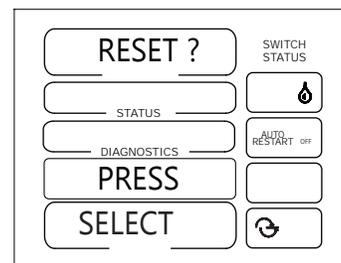

Figura 49-1
A continuación y en la página siguiente se relacionan diversos problemas junto con su descripción, causas posibles y medidas de corrección a llevarse a cabo. Vea la Figura 48-1 a continuación y la Figura 49-1 en la página siguiente.
3. Mientras se conecta el interruptor de alimentación del panel de control, mantenga pulsados los botones  y  simultáneamente hasta que la pantalla indique la vista de reajuste. Vea la Figura 49-1.